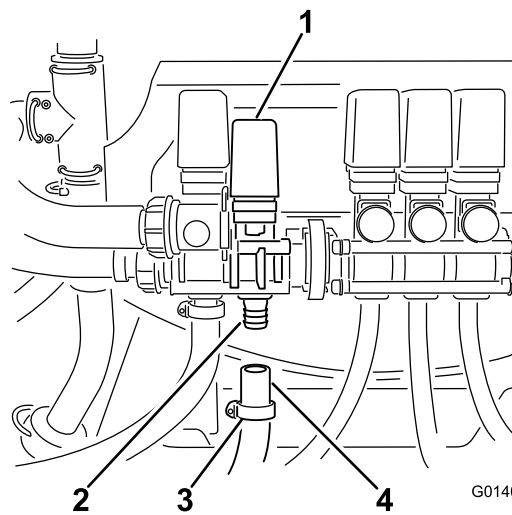

Bild 27
- 4. Schieben Sie eine gelöste Schlauchklemme über das offene Ende des Schlauchs (Bild 27).